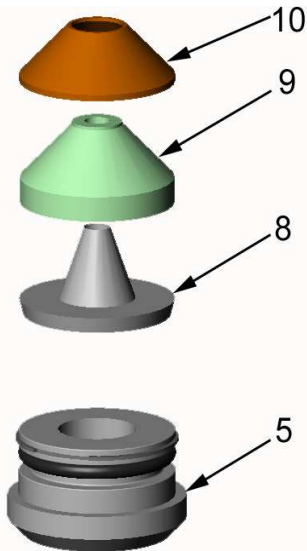

Figure 8
2.6 Positionnez les deux unités des deux étapes précédentes ainsi que les douilles en cuivre tournées vers l'intérieur en alignant les diamètres (voir Figure 8).